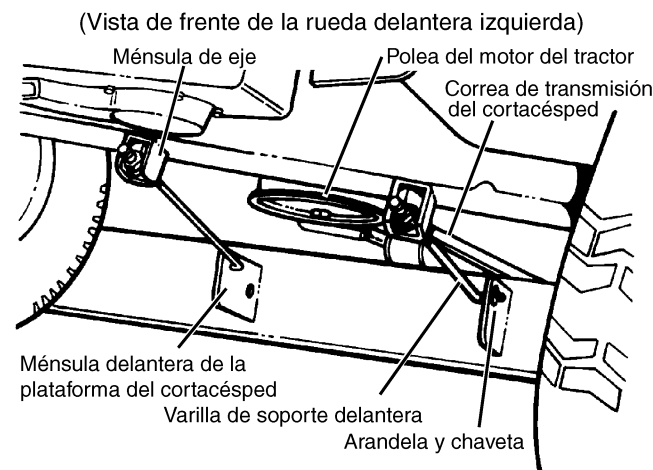
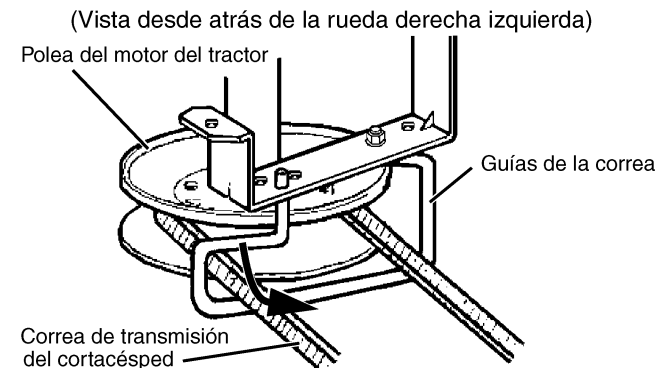

FIGURA 7
FIGURA 8
- Saque los montajes de las varillas de soporte delanteras de la bolsa de partes, e introdúzcalos a través de los orificios en las ménsulas de la parte inferior del eje delantero (Vea la FIGURA 7).
- Coloque la correa de transmisión del cortacésped en la polea del motor, en el interior de las guías de la correa (Vea la FIGURA 7 y la FIGURA 8).
- Baje el lado izquierdo de la guía de la correa y hágala girar lejos de la polea del motor. Instale la correa en la polea y devuelva la guía a su posición original. Asegúrese de que la guía esté bien asentada en el orificio. (Vea la FIGURA 8)